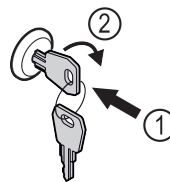

Fig. 110
- ▶ Πιέστε μέσα το κλειδί Fig. 110 (1).
- ▶ Περιστρέψτε το κλειδί 90° δεξιόστροφα Fig. 110 (2).